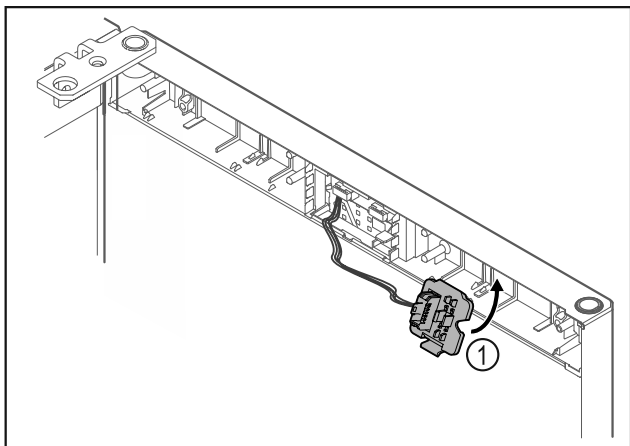

Fig. 24
- Mbërtheni mbajtësen e spinës Fig. 24 (1) në anën tjetër.